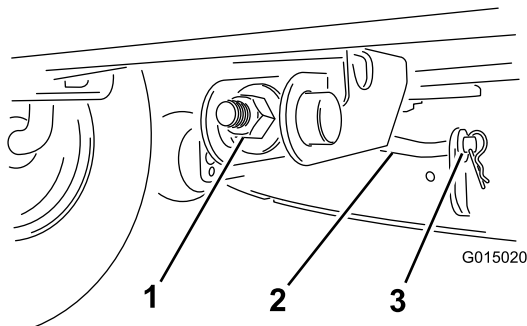

Figure 39
8. Pour régler l'inclinaison avant/arrière des lames, tournez l'écrou de réglage à l'avant du plateau de coupe (Figure 39).